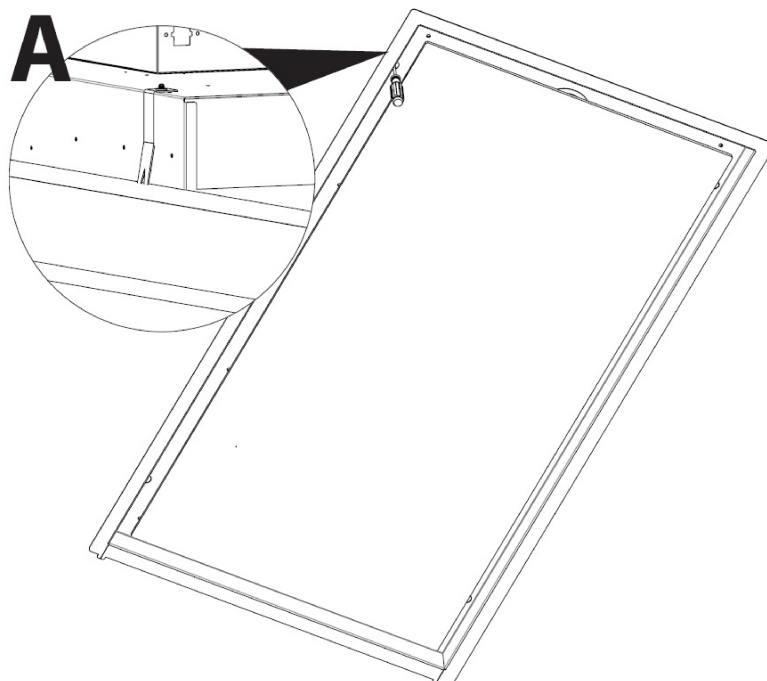

Fig. 14
8. ➡ Skru nu på de 4 skruer, som vil stramme beslagene og stramme emhætten fast på overfladen. (Fig. 14).